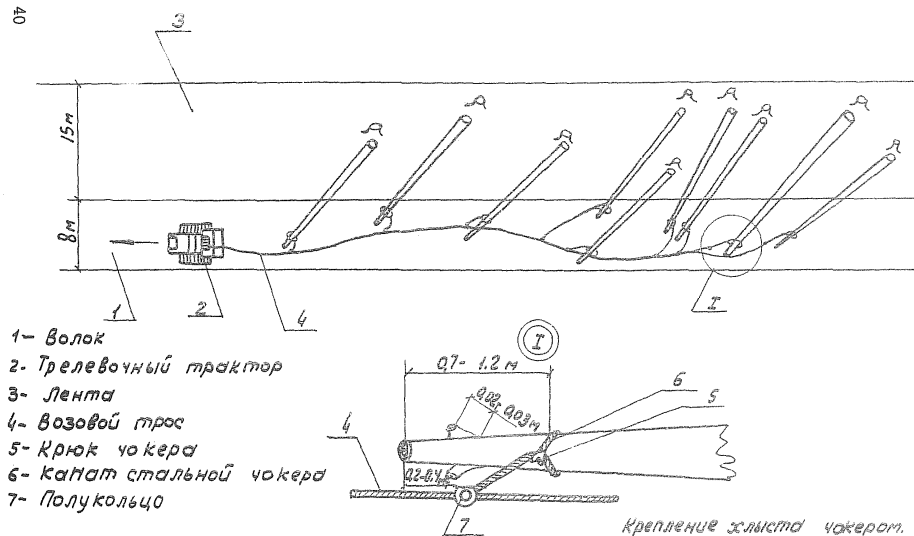

Рис. 5-1 Схема формирования воя при трелевке хлыстов за вершины.
Схема формирования воя показана на рис. 5-1.
2.4.4. Произвести чокировку на расстоянии 0,7-1,2 м от среза вершины. Для предотвращения соскальзывания чоков на вершинах при обрезке сучьев оставляют мутовки из двух-трех сучьев длиной 2-3 см на расстоянии 0,2-0,4 м от вершины (рис. 5-1).